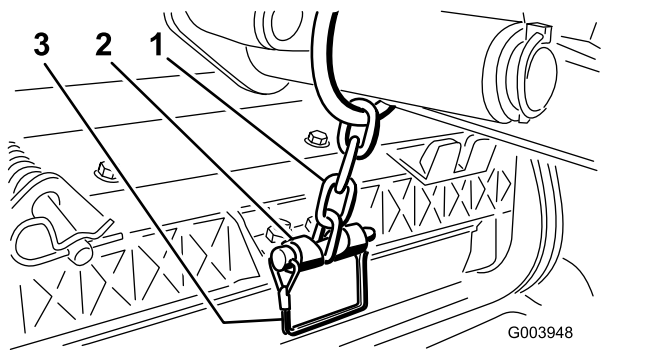

Figura 12
3. Prenda a corrente do braço de elevação ao suporte da corrente com o pino de encaixe (Figura 12).